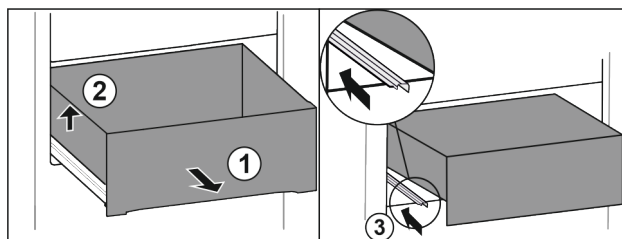

Fig. 68
- Dra ut utdragslåda fram till stopp. Fig. 68 (1)
- Lyft utdragslåda på vänster sida. Fig. 68 (2)
- Skjut in vänster skena. Fig. 68 (3)